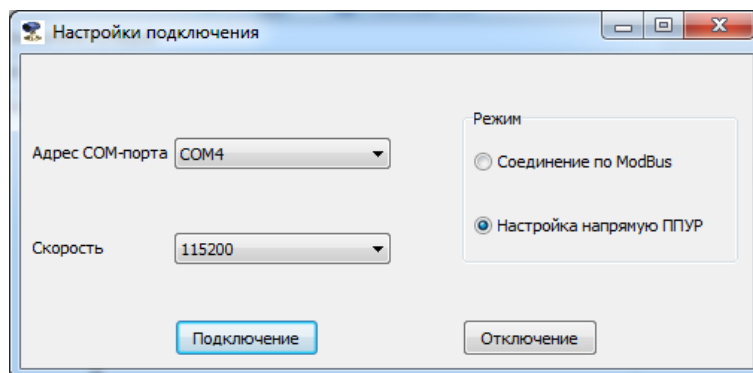

Рис.22. Установка связи с ППУР.
5.7.1. Для точной юстировки уровнемера на месте монтажа используется раздел программы «Монитор Взлет РУ», позволяющий связаться напрямую с ППУР по интерфейсу RS-485. Для этого в окне «**Настройки подключения**» (рис.22) необходимо установить флажок в строке «**Настройка напрямую ППУР**» области «**Режим**» и нажать кнопку «**Подключение**». Необходимые параметры связи устанавливаются автоматически.